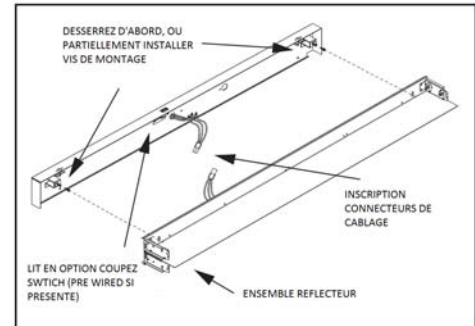

Figure 6
2. Repérer les fentes en serrure de l'assemblage du réflecteur. Positionner les fentes en trous de serrure sur les vis des supports de montage de la plaque arrière (voir figure 6).
1. Soulever l'assemblage du réflecteur à la hauteur de la plaque arrière et enclencher le connecteur d'alimentation femelle dans le connecteur d'alimentation mâle rattaché à l'assemblage du réflecteur (voir figure 6).